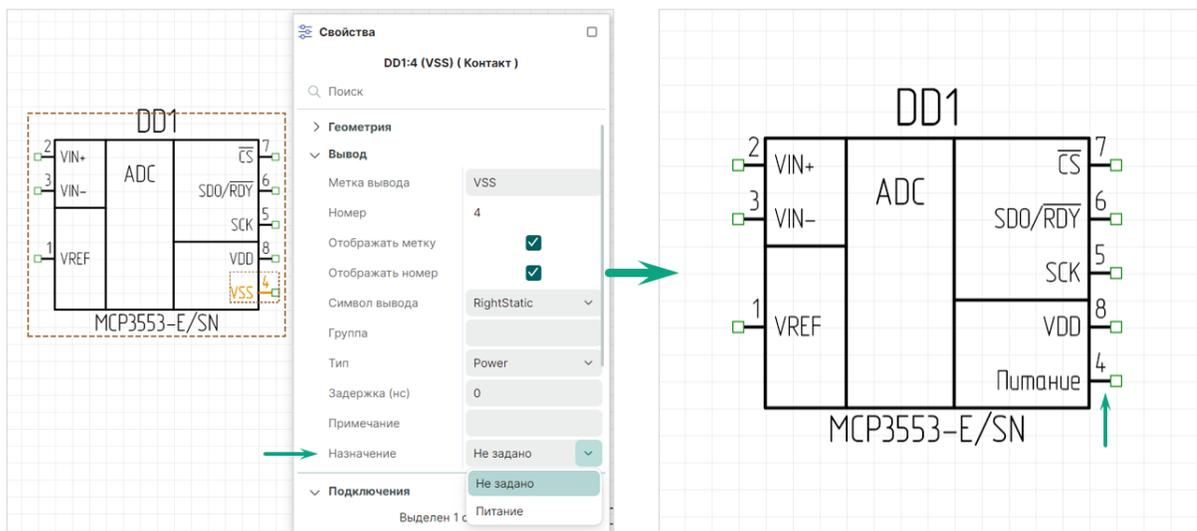

Рис. 273 Выбор назначения в панели "Свойства"
2. В открывающемся списке «Свойства» → «Вывод» → «Назначение» выберите необходимую назначенную функцию, см. Рис. 273.